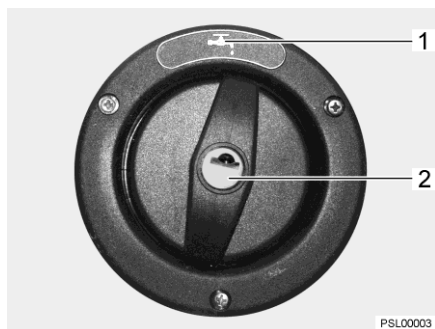

Fig. 58 Couvercle de fermeture pour bec de remplissage d'eau potable
Le bec de remplissage d'eau potable est désigné par le symbole "☰" (Fig. 58,1). Le couvercle de fermeture est ouvert et verrouillé à l'aide de la clé pour les serrures extérieures.
- Insérer la clé dans le barillet (Fig. 58,2) et la tourner d'un quart de tour dans le sens inverse des aiguilles d'une montre.
- Ouvrir le bec de remplissage d'eau potable (Fig. 58).